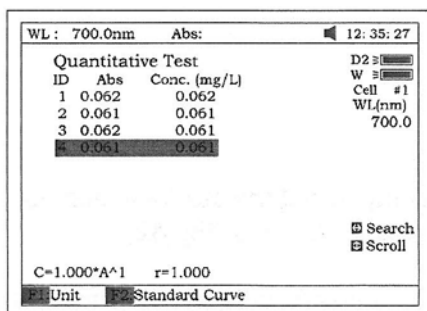

Fig 38
- Coloque la celda de muestra en el paso del haz de luz, presione la tecla **[START]**; los resultados serán desplegados en la pantalla (Fig 38). Si hay más de una muestra, repita el paso para la próxima muestra.